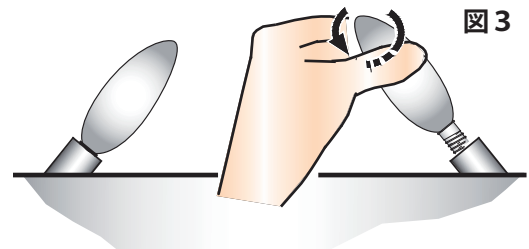

図3
- ④ 電源プラグをコンセントに接続し「メインスイッチ」を入れて、切れている電球を確認します。
- ⑤ 再び「メインスイッチ」を切り、電源プラグをコンセントから抜きます。
- ⑥ 切れている電球を新しいものに交換します。(図3)
電球を取り外す際は、図3のように電球を軽く持ち、時計と反対回りに電球を外します。本体背面から見て、右側の電球は奥に回し、左側の電球は手前に回します。